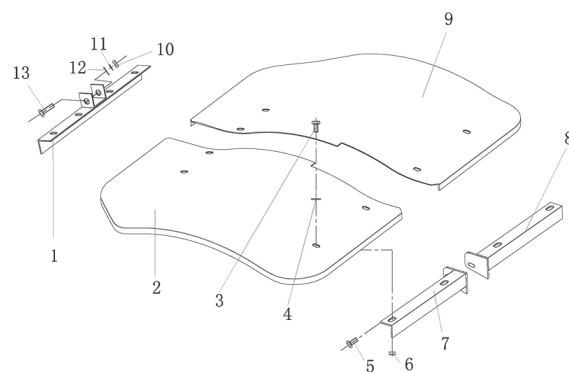

рис.4
### 3.1 Установка брызговиков (см.рис.4)
- прикрутить переднюю (рис.4 поз.1) планку к основанию болтом;
- брызговики (рис.4 поз.9) и задние планки (рис.4 поз.7 и 8), совместив крепёжные отверстия, прикрутить четырьмя болтами (по две на брызговик) к основанию;